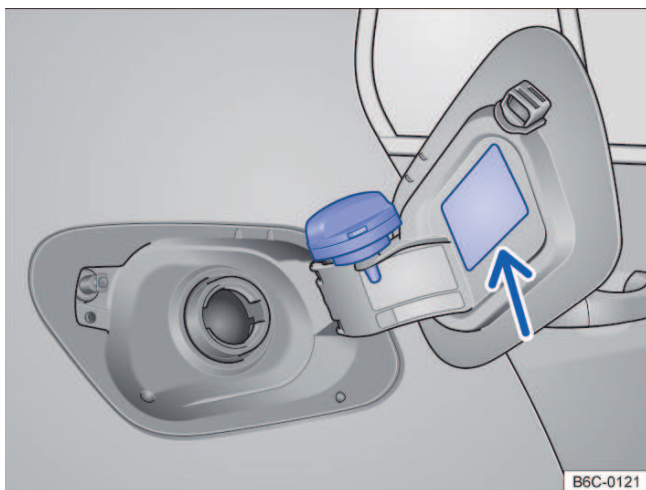

Fig. 123 Portinhola do tanque de combustível aberta com a tampa do tanque de combustível pendurada.
- Remover a tampa do tanque girando-a no sentido anti-horário e encaixá-la no suporte na portinhola do tanque → Fig. 123.